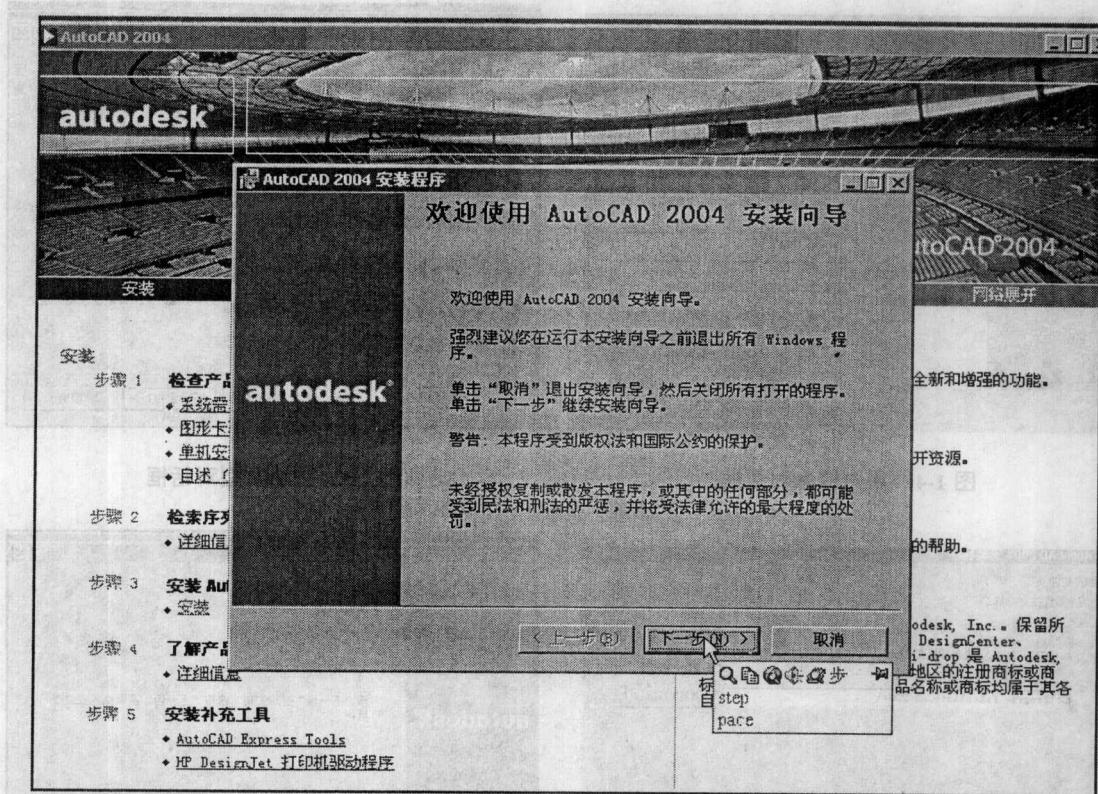

图 1-1 安装向导界面
- ① 将 AutoCAD 2004 安装光盘插入光驱。
- ② 在桌面上双击“我的电脑”图标，打开窗口。
- ③ 双击光盘驱动器图标。
- ④ 双击 AutoCAD 2004 安装程序所在文件夹。
- ⑤ 双击 Setup 图标，出现 Installation Wizard（安装向导）界面。如图 1-1 所示。